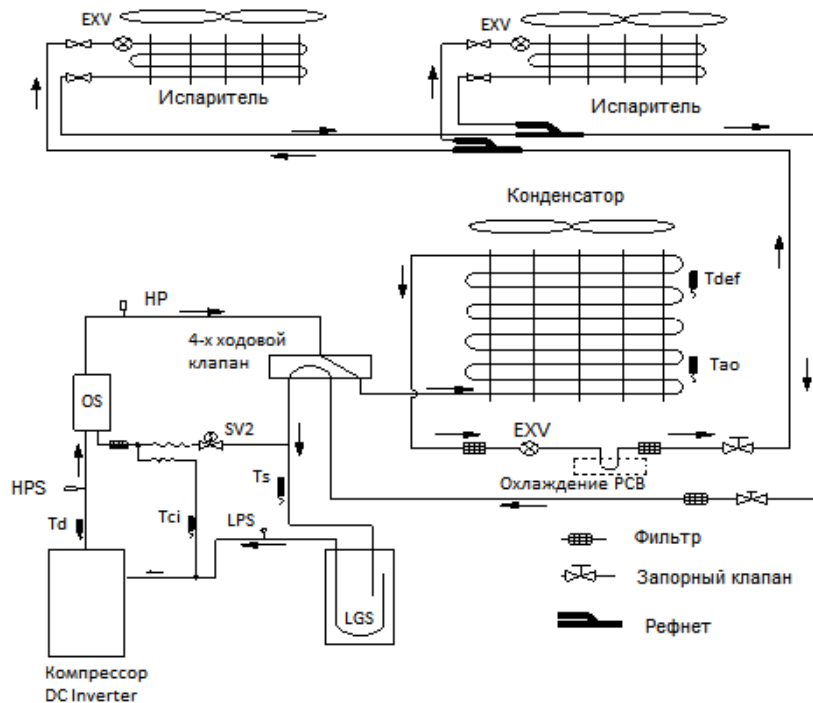

Рис.1.1
- Работа системы основана на принципе парокомпрессионной холодильной машины (см. рис.1.1)
- *Сепаратор масла (OS)* предотвращает выброс *всего* масла во фреоновый контур. Часть масла, ушедшая в контур, возвращается с фреоном в компрессор во процессе работы, а также при включении специального *режима возврата масла*.